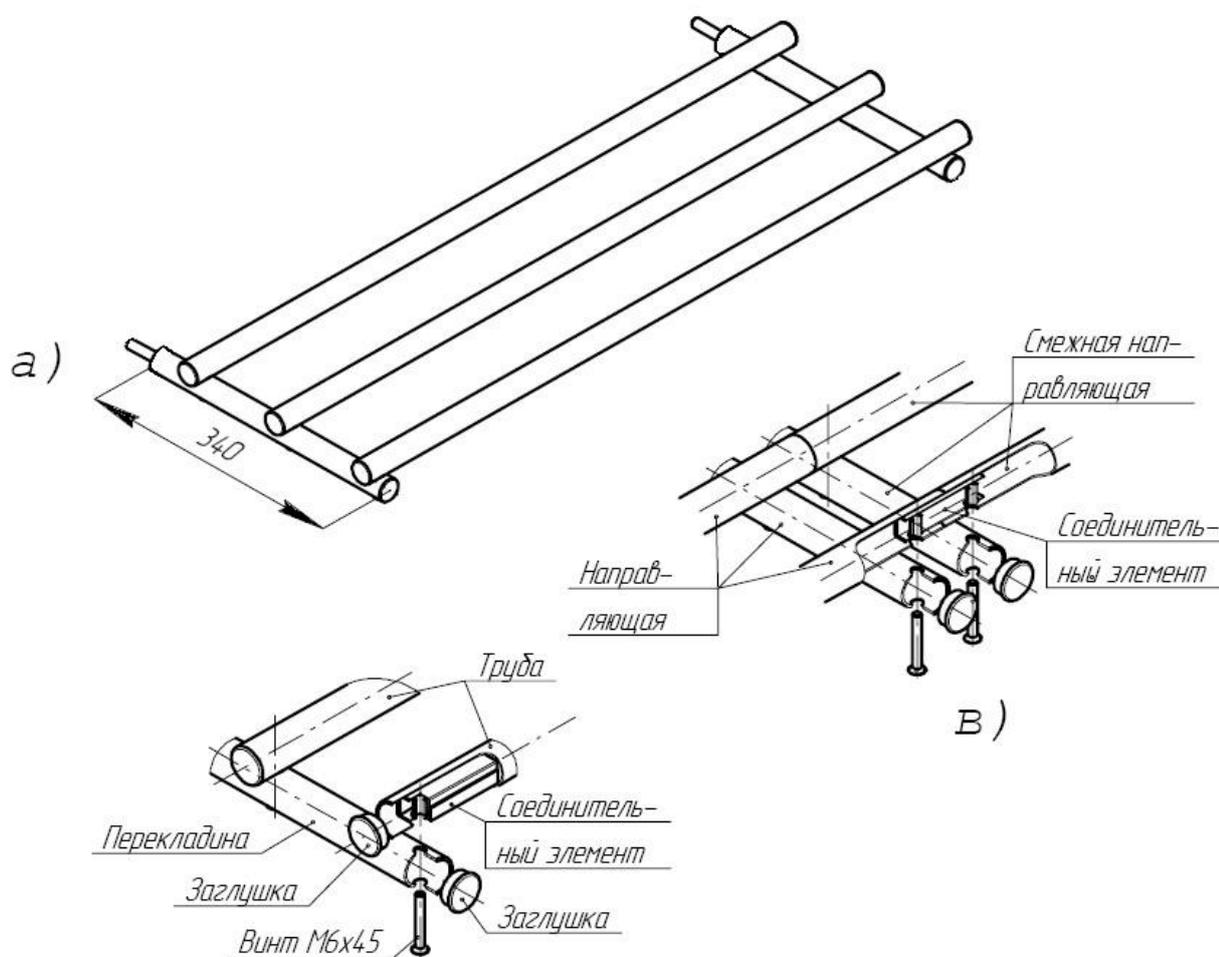

Рис. 7. Направляющая для подносов
После сборки в линию раздачи (далее ЛР) обеспечивается жесткое соединение соседних направляющих с минимальным отклонением труб от их соосности, что придаёт всей линии исключительную устойчивость к случайному смещению и опрокидыванию. На рис. 7 приведена схема сборки направляющей.
– каждую из труб последовательно приложите к поперечинам так, чтобы их монтажные отверстия совпали и трубы были параллельны столешнице изделия; вставьте снизу винты М6х45 в отверстия поперечин и вверните их в резьбовые отверстия соединительных элементов (рис. 7б и 7в). Соединительные элементы нужно предварительно вставить в трубы резьбовыми отверстиями вниз (расположение соединителей внутри труб зависит от наличия/отсутствия смежного изделия из ЛР) после извлечения торцевых заглушек.